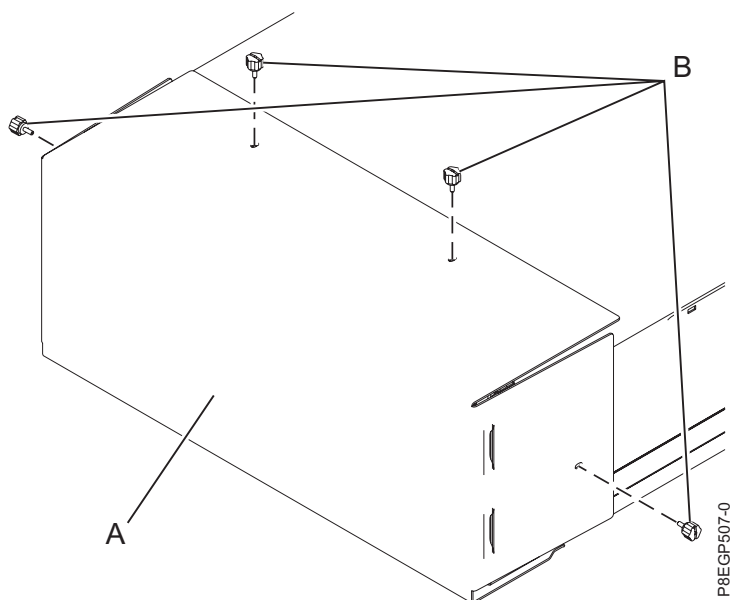

Figure 7. Retrait du capot de transport
2. Retirez les quatre vis moletées (**B**) qui permettent de fixer le capot de transport (**A**) à l'arrière du tiroir, comme illustré dans la figure 7. Retirez le capot de transport.